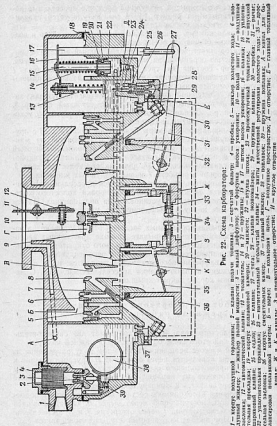

Рис. 22. Схема карбюратора.
Карбюратор состоит из трех основных частей: корпуса 1 (рис. 22) воздушной головки, корпуса 19 поплавоквой камеры и корпуса 36 смесительных камер.
Режим частичных нагрузок. По мере открывания дроссельной заслонки количество воздуха, проходящего через главный воздушный канал, увеличивается, в результате чего разрежение в малом диффузоре 8 (рис. 22) оказывается достаточным для вступления в работу главной дозирующей системы карбюратора.
- Засорились жиклеры 5 (рис. 22), 7 и 37 или сетчатый фильтр